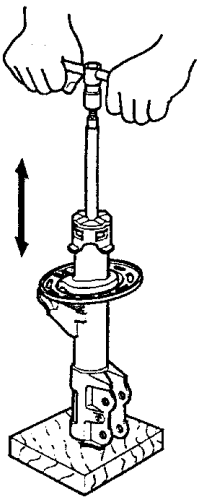

图 6-39 检查减振器压缩和拉伸行程
4) 用手压缩减振器总成，如图 6-39 所示，检查整个压缩及拉伸行程动作是否平稳。释压时，减振器动作应平稳连续。否则，减振器漏气，需要更换。